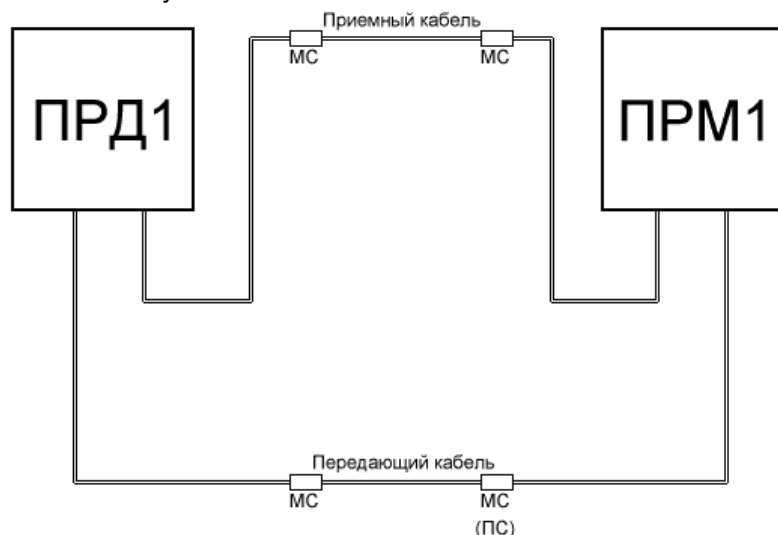

Рисунок 4.5. Структурная схема TREZOR-R 01
4.1.3. TREZOR-R 01 – комплект однофланговый, одиночный, для участков периметра, не превышающих 125 м. (Рис. 4.5.)